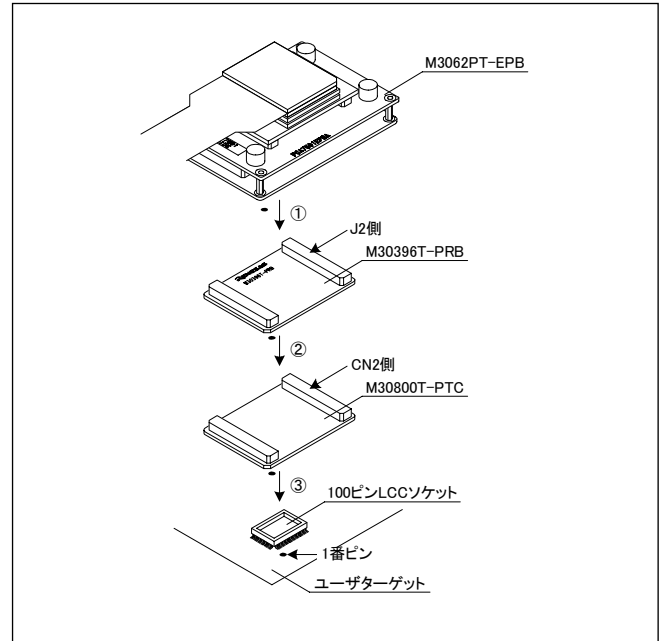

図5.1 100ピンLCCソケットへの装着手順
### (1) 100ピンLCCソケットへの装着 (図5.1参照)